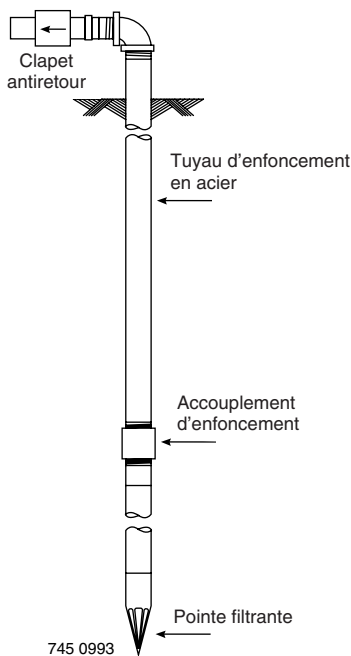

Figure 6 – Installation sur une pointe filtrante
1. Raccorder le tuyau d'aspiration sur la pointe filtrante, comme il est illustré à la Figure 6. Garder le tuyau horizontal aussi court que possible. Utiliser du ruban téflon sur tous les filets mâles. Il faudra peut-être utiliser plusieurs pointes filtrantes pour que la pompe soit suffisamment alimentée en eau.
2. Dans le cas d'une pointe filtrante, et pour faciliter l'amorçage de la pompe, poser un clapet antiretour en ligne, comme il est illustré à la Figure 6. S'assurer que la flèche du clapet est orientée vers la pompe.
REMARQUE : Si on doit utiliser une grande longueur de tuyau horizontal, poser un té d'amorçage entre le clapet antiretour et la tête du puits, comme il est illustré à la Figure 6. Si l'installation est faite sur des pointes filtrantes, poser un clapet antiretour comme il est illustré à la Figure 6. S'assurer que la flèche indiquant le sens de circulation de l'eau et frappée sur le clapet antiretour est orientée vers la pompe.